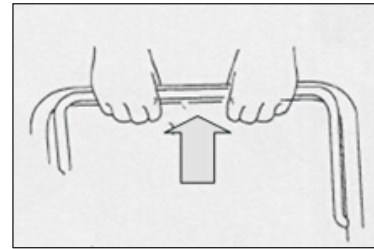

Fig. 2A
b) Manteniéndose de pie detrás de la unidad, agarre el asa del control de freno y manténgalo contra el asa superior (Fig. 2A).